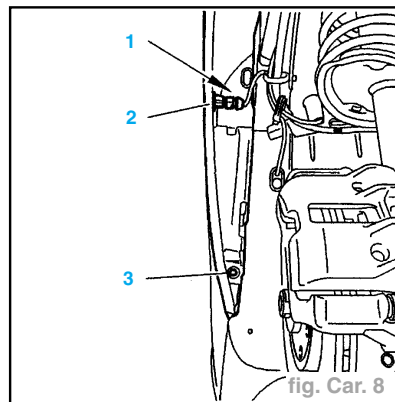

fig. Car. 8
- Déposer les vis (1) et (3) (fig. Car. 8).